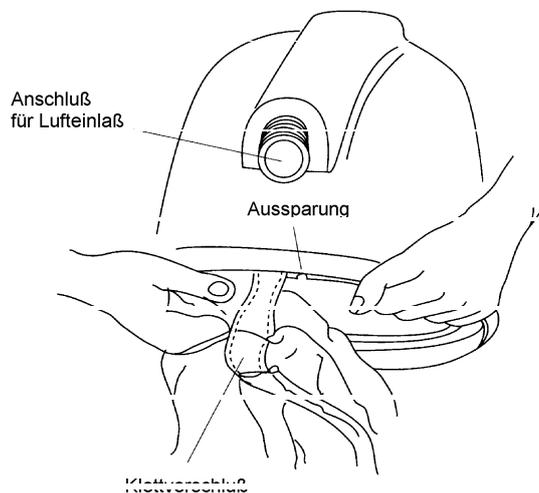

Figure 4 : Démontage de la cape
(1) Ouvrir le Velcro de la cape.	Voir figure 4.
(2) Démontez la cape.	– Faire glisser l'extrémité de la cape jusqu'à l'ouverture.
(4) Fermer le Velcro de la cape.	Voir figure 4.